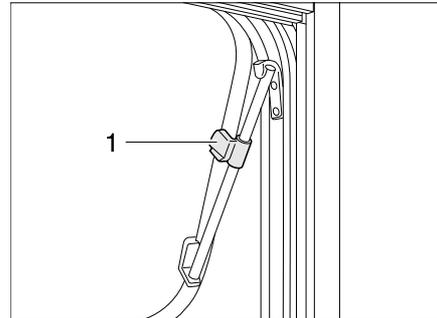

Bild 57 Ausstellfenster mit Dreh-Ausstellern, geöffnet
- Ausstellfenster bis zur gewünschten Stellung öffnen und mit Rändelknopf (Bild 57,1) feststellen.
- Rändelknopf (Bild 57,1) drehen, bis Arretierung freigegeben wird.